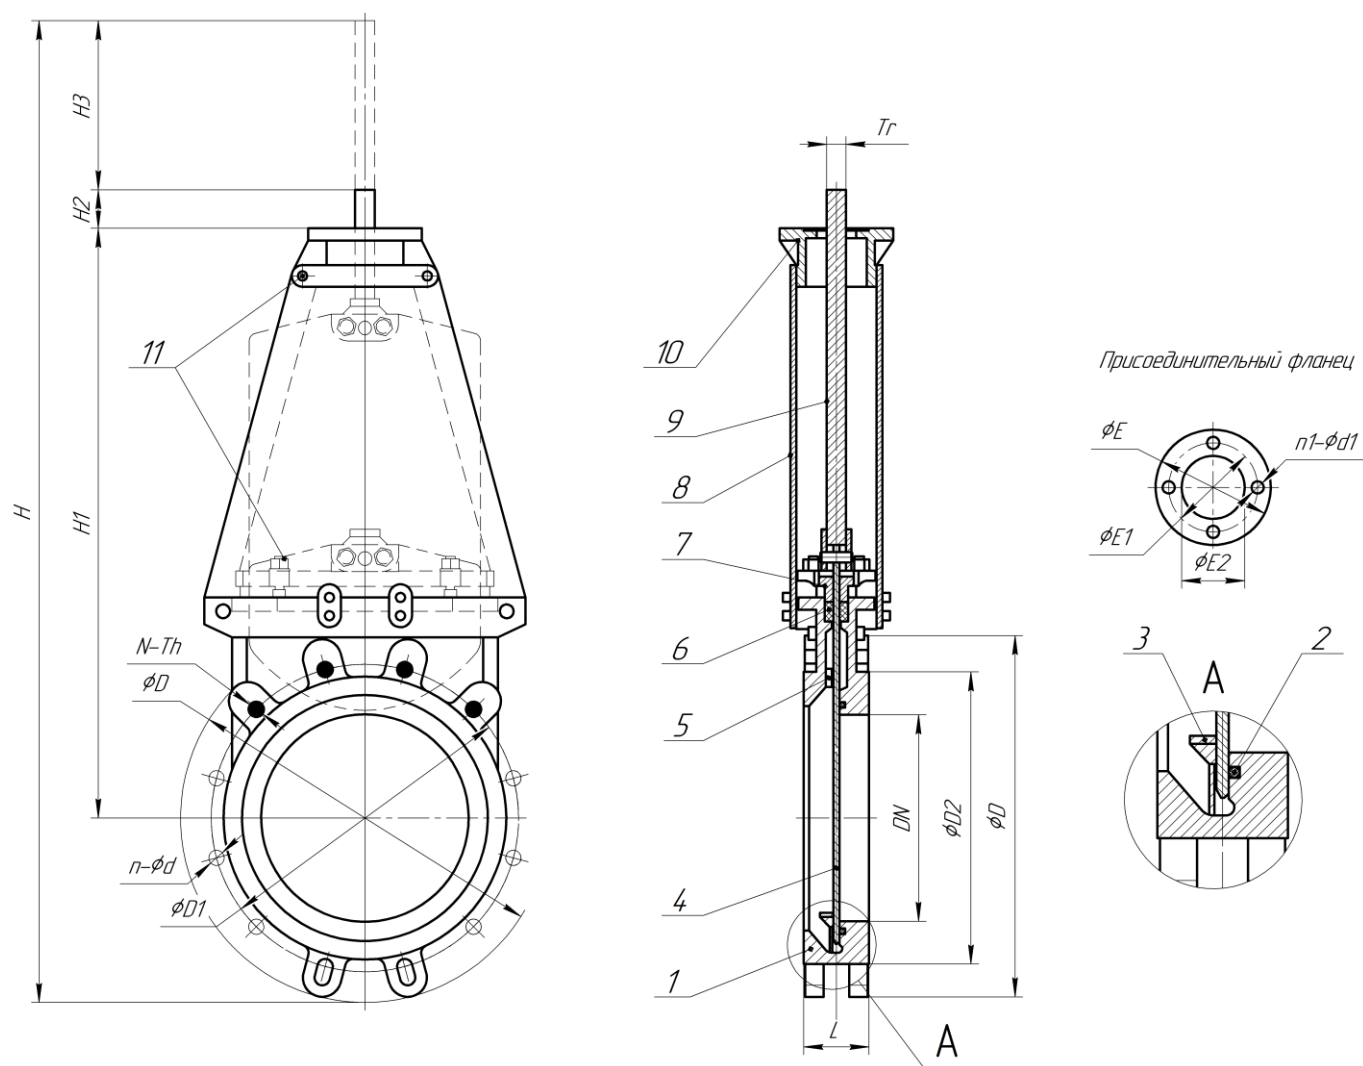

Рисунок 1. Задвижка без исполнительного механизма с выдвижным шпинделем DN50-1000
- 4) открутить гайки крепления прижимного фланца (7) и снять фланец (рис. 1 приложения);
- 5) извлечь шибер (4), после чего, извлечь сальниковое уплотнение (6) (рис. 1 приложения);
- 6) очистить полость сальника, установить шибер (4) и установить новое сальниковое уплотнение (рис. 1 приложения).
- 7) установить прижимной фланец (7) и равномерно, по перекрестной схеме затянуть гайки, соблюдая одинаковое расстояние между прижимным фланцем (7) и шибером (4) с обеих сторон (рис. 1 приложения);
- 9) проверить правильность центровки сальникового уплотнения (6) и плавность хода, выполнив несколько открытий и закрытий задвижки. При обнаружении течи через сальник задвижки, необходимо равномерно подтянуть гайки прижимного фланца (7) (рис. 1 приложения).